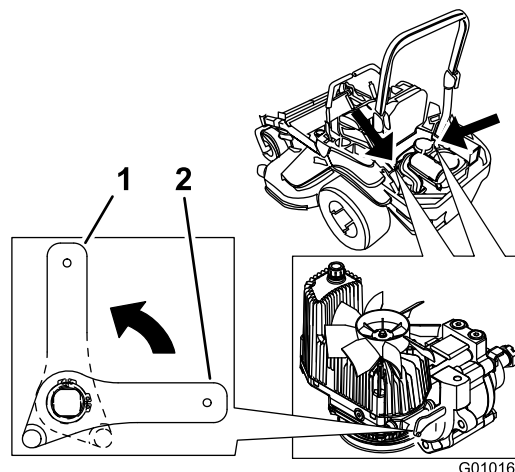

Figure 37
2. Tournez les leviers des valves de déblocage à la verticale pour pousser la machine. Cela permet à l'huile hydraulique de contourner la pompe et aux roues de tourner (Figure 37).
4. Tournez les leviers des valves de déblocage à l'horizontale pour utiliser la machine (Figure 37).